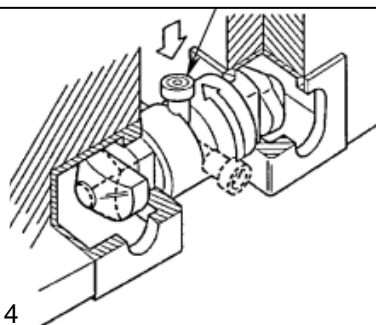

Bild 4
- Förreglad SeaLock-Connectors (Bild 4 och 5)